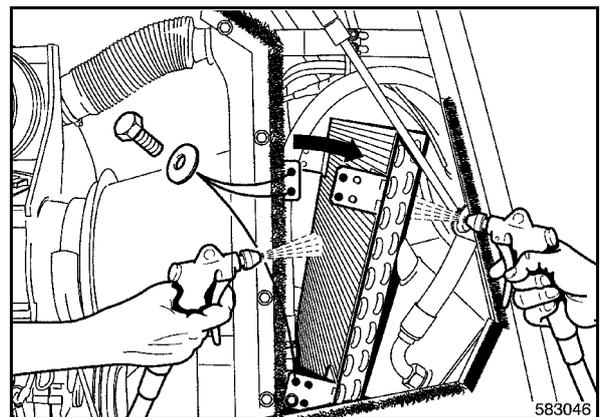

Рис. 148
- Отвинтить крепежные винты конденсатора (Рис. 148) и откинуть конденсатор вперед.